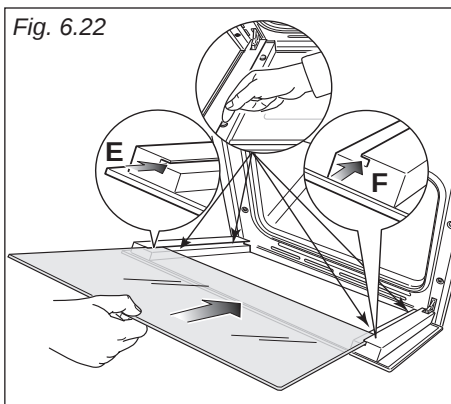

Fig. 6.23
1. Assurez-vous que la porte est verrouillée en position ouverte (voir fig. 6.23).
- Insérez la vitre dans les rails de guidage gauche "E" et droit "F" (fig. 6.22) et faites-la glisser en douceur jusqu'aux butées "H" (fig. 6.23).